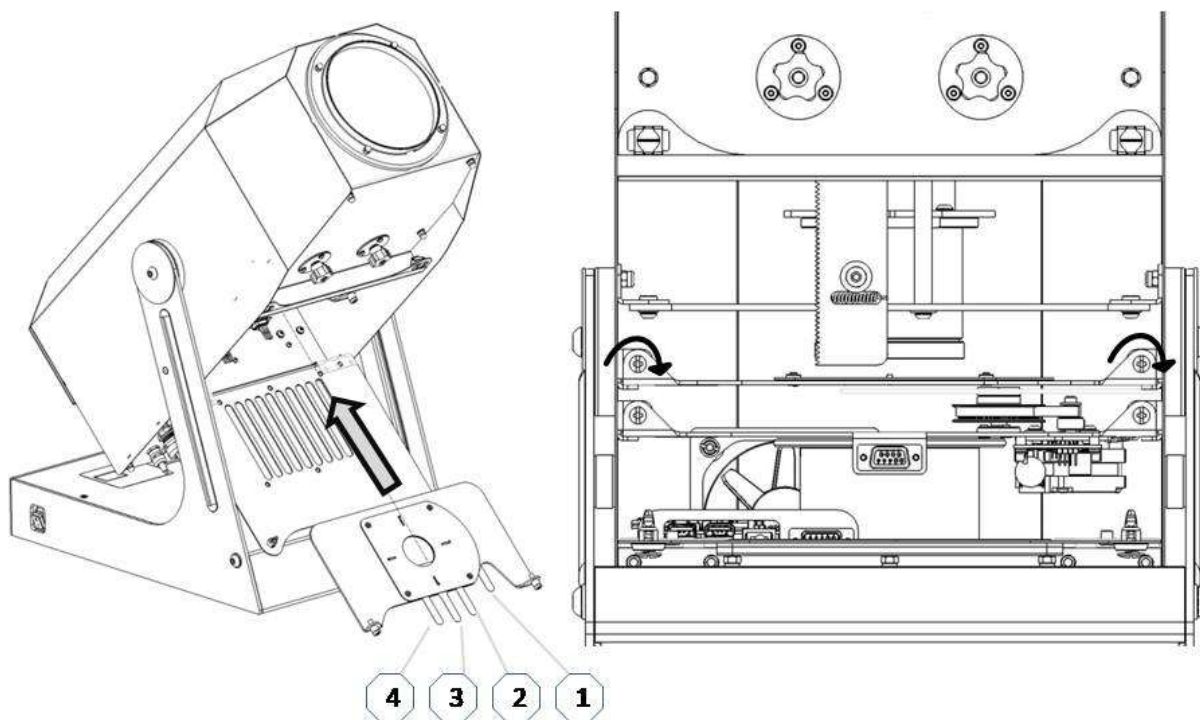

Fig. 14
2. Inserire il componente 1 nel proiettore come in Fig.14.
3. Serrare le viti di fissaggio del sagomatore(Fig.14).